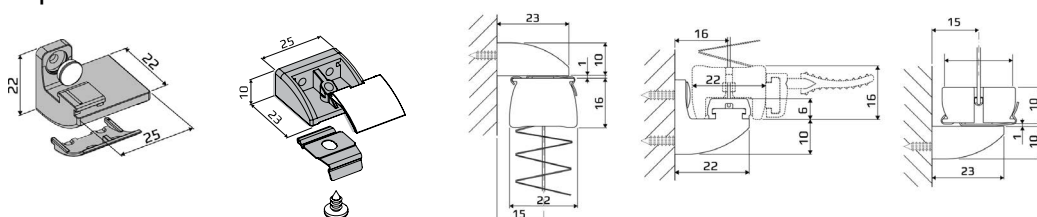

Рис.8
- Высота = Высота по габариту штапика + Высота кронштейнов* (Рис.8)
Размеры рам сложной формы снимаются по габаритам штапиков в соответствии с рис.9. Убедиться, что вокруг штапика есть свободное место, равное высоте выбранного кронштейна (Рис. 8). В заявке написать “сделать перекрытие, равное высоте кронштейна” (см. рис 4.2).